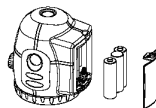

Fig.3
1. Tel que l'illustre la fig. 3, retirez le couvercle du compartiment des piles.